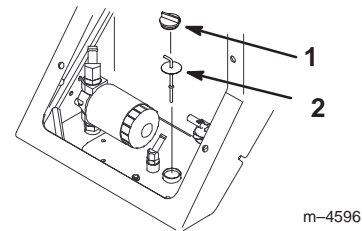

Bild 9
- Reinigen Sie den Bereich rund um den Füllstutzen des Hydraulikölbehälters (Bild 9).
- Entfernen Sie den Deckel vom Füllstutzen und überprüfen Sie den Ölstand auf dem Peilstab (Bild 9).